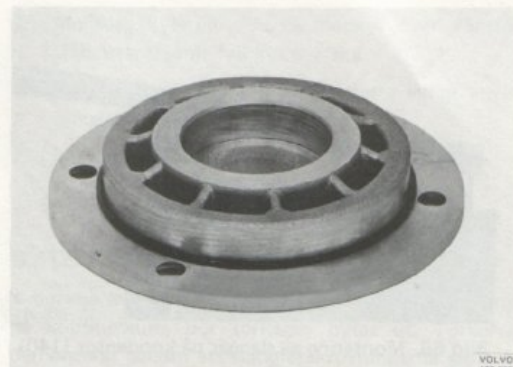

Bild 66. Montering av gummiring på bakre lagerhus
13. Trä på en ny gummiring på bakre lagerhuset (bild 66).